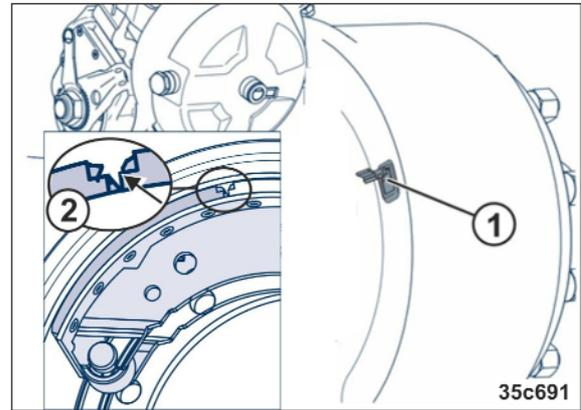

Fig. 284
Pour vérifier l'épaisseur des garnitures de frein, ouvrir le regard en ouvrant la languette en caoutchouc (Fig. 284/1).
- Lame d'usure (Fig. 284/2) atteinte.